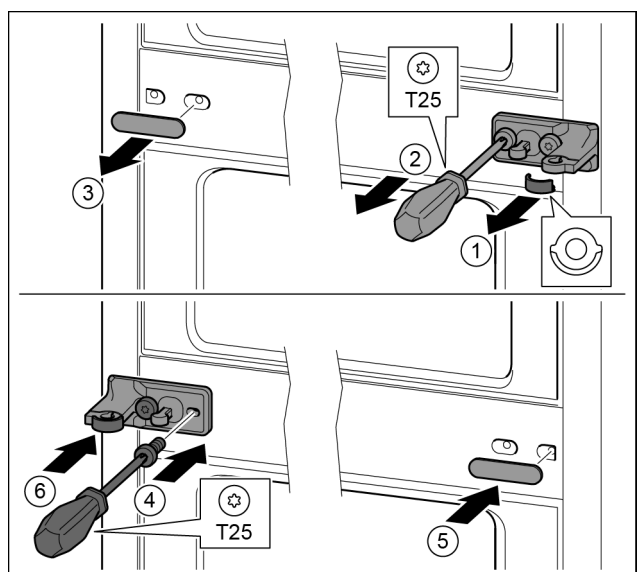

Fig. 29
- ▶ Húzza le a tárcsát. Fig. 29 (1)
- ▶ T25 csavarhúzóval tekerje ki a csavarokat. Fig. 29 (2)
- ▶ Óvatosan húzza le a fedelet. Fig. 29 (3)
- ▶ A csapágybakot a fóliával 180°-kal elfordítva erősen csavarozza fel a másik oldalra. Fig. 29 (4)
- ▶ A fedelet 180°-kal elfordítva szerelje a másik oldalra. Fig. 29 (5)
- ▶ A tárcsát előlről tolja be. Fig. 29 (6)